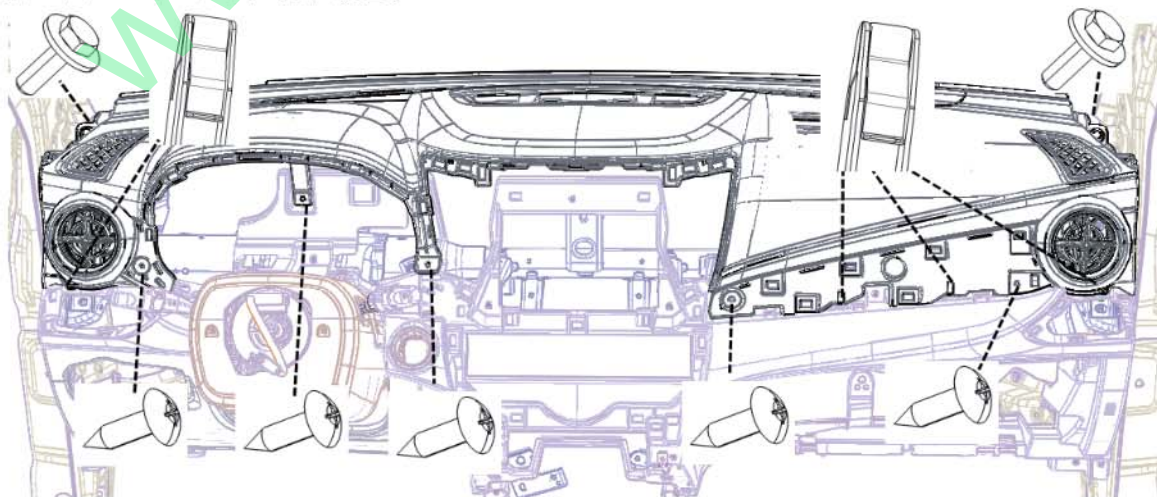

图1-23仪表板上本体安装结构示意图
(4) 用十字螺丝刀拆卸 5 个十字槽大半圆头自攻螺钉 (Q2734216F31);
(5) 用头部缠绕柔性胶带 (或其它柔性产品) 的一字螺丝刀小心撬起图 1-23 所示的四个卡扣, 当所有卡扣都已脱开时, 缓慢向上翻转上本体, 使卡脚完全脱出。
(6) 向上旋转仪表板上本体一定角度, 将仪表板上本体总成 (带空调风道) 抬起, 然后断开除霜风道左侧处的仪表线束 II 的对接端子。